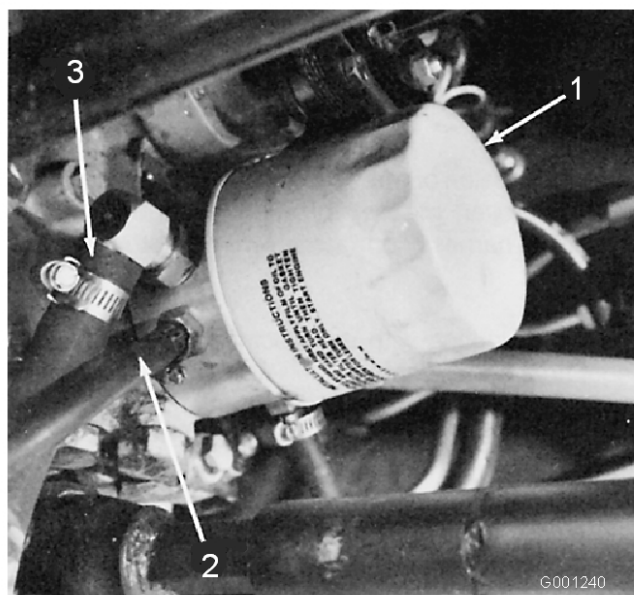

Figure 69
4. Nettoyez la surface autour du filtre à huile hydraulique et retirez le filtre (Figure 69).